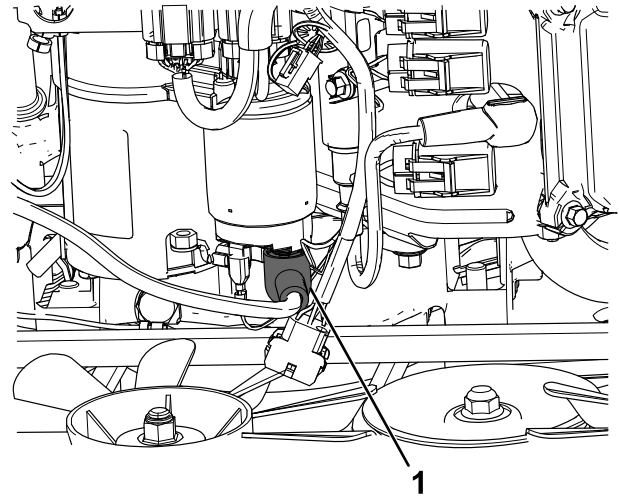

Figura 8
6. Retire la cubierta de goma del borne del motor de arranque y retire la tuerca (Figura 8).
8. Instale el terminal de anillo del cable nuevo en el borne y sujételo con la tuerca. Instale la cubierta de goma (Figura 8).